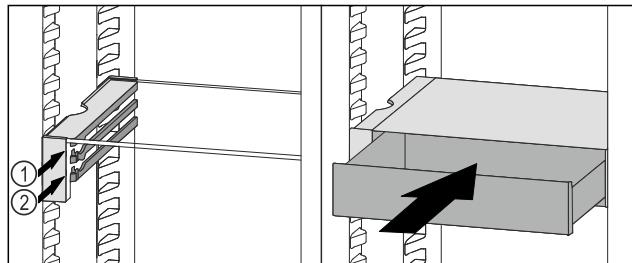

Fig. 96
- Placer le tiroir VarioSafe derrière les butées sur la nervure désirée Fig. 96 (1) ou Fig. 96 (2).